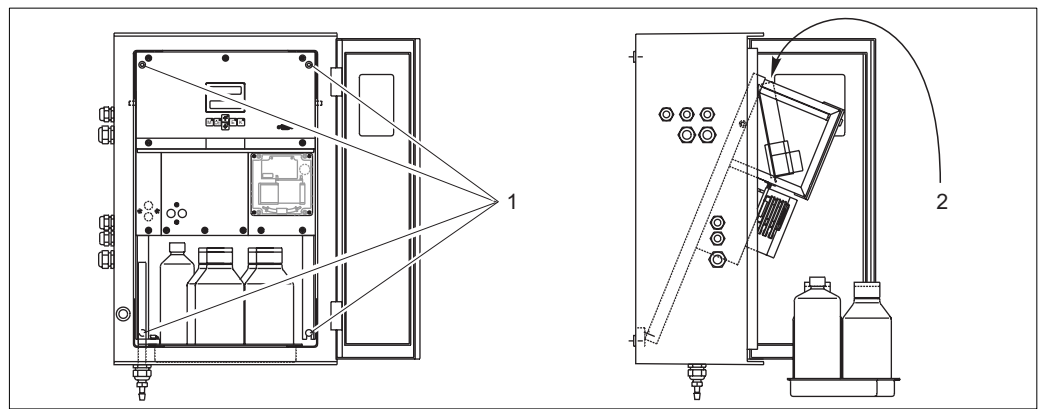

Fig. 13 : Pivotement du cadre
1. Dévissez les deux vis cylindriques à six pans creux du bas (=vis cylindriques, OC 6) de 3-4 tours (fig. 13, pos. 1).
2. Dévissez entièrement les deux vis cylindriques à six pans creux du haut de sorte que le cadre pivote. Vous pouvez ainsi accéder au bornier (pos. 2).